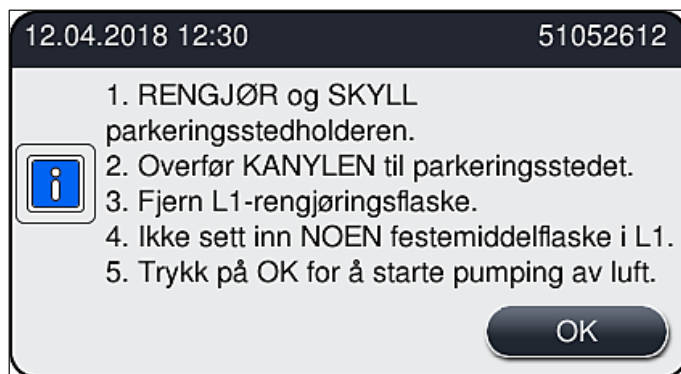

Fig. 106
4. Vær oppmerksom på neste informasjonsmelding (→ Fig. 106) som inneholder anvisninger, og bekreft med knappen **OK**.